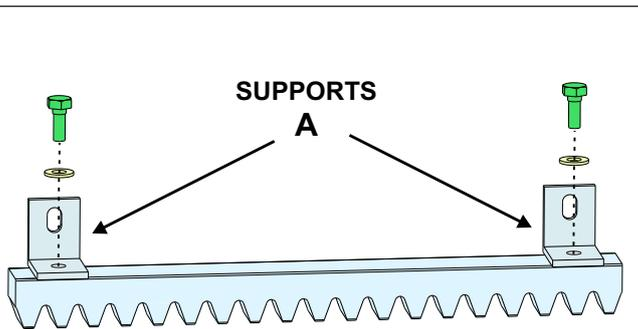

Fig. 13
- 7.2. Fixer les deux supports métalliques «A» sur chaque élément de crémaillère à l'aide des vis fournies - Fig. 13